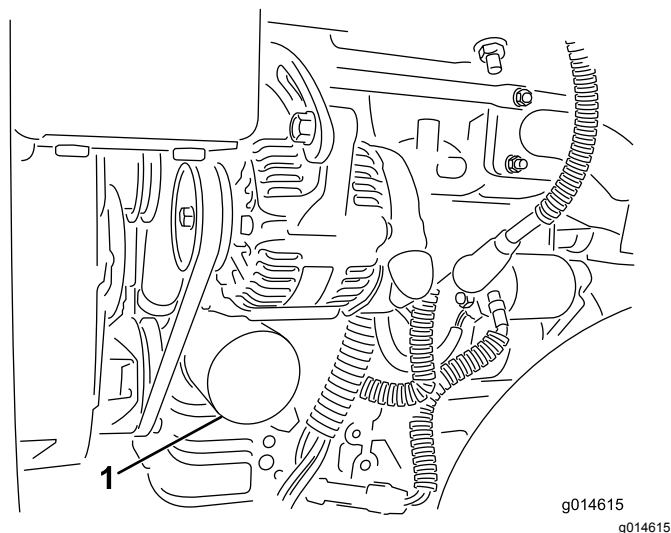

Figura 29
2. Retire el filtro de aceite (Figura 29). Aplique una capa ligera de aceite limpio a la junta del filtro nuevo.